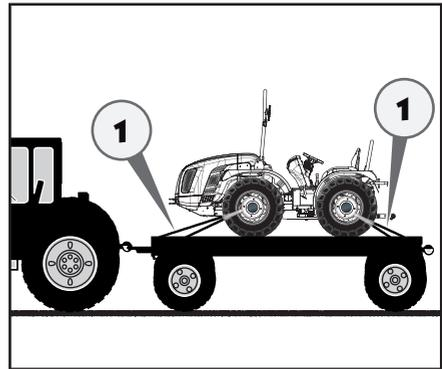

Abb. 5.153
Wenn der Traktor auf ein geeignetes Transportmittel verladen wurde, muss er mit Befestigungsgurten oder geeigneten Ketten (1) abgesichert werden. Die Achsen stellen geeignete Punkte zur Anbringung von Gurten oder Ketten dar (Abb. 5.153). Keine Ketten an Traktorteilen anbringen, die durch die Ketten oder zu hohe Lasten beschädigt werden könnten.